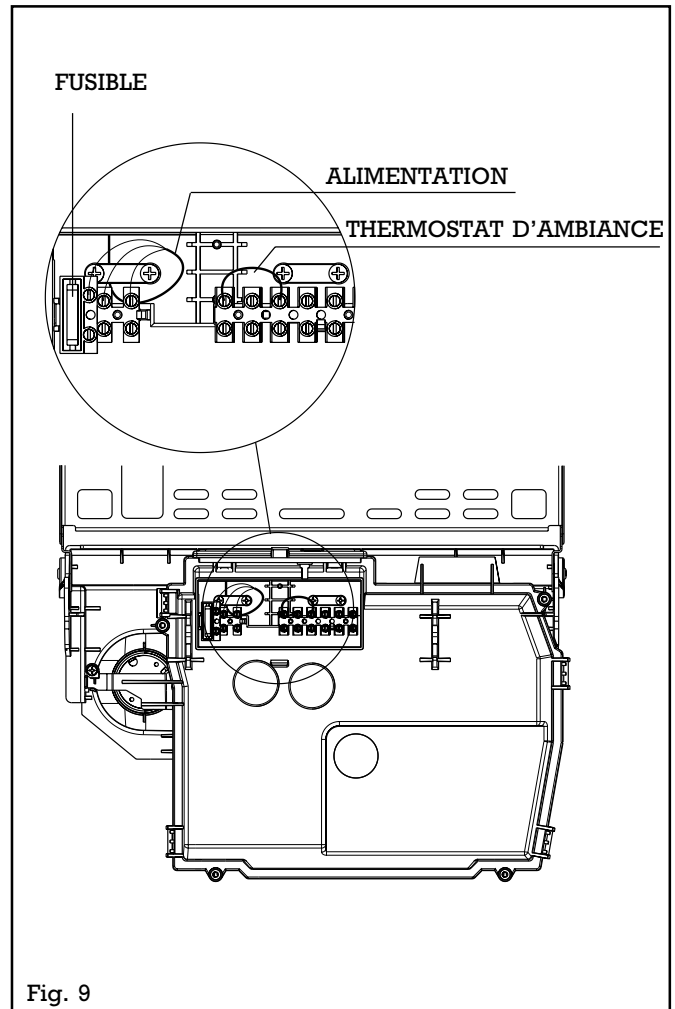

Fig. 9
- retirer le petit couvercle du capot de protection électrique (tirer le clip vers l'avant) (fig.9)